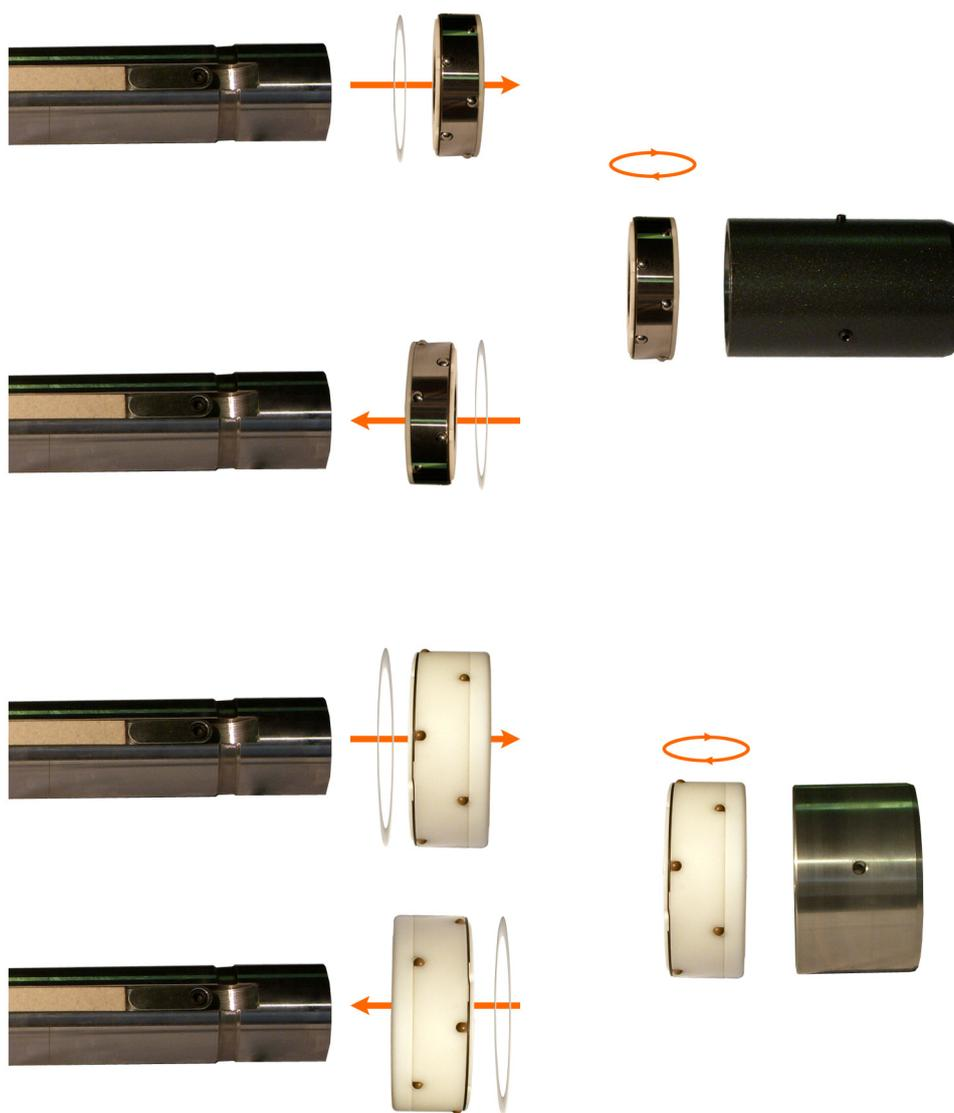

Fig. 12
- Rimontare gli anelli a sfere e gli anelli distanziali in plastica come illustrato in fig.12.